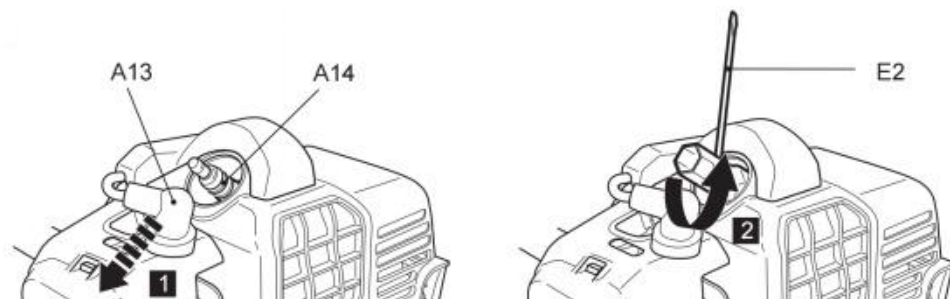

Fig. 78
2. Lossa tändstiftet (A14) moturs med multiverktyget (E2) och ta försiktigt bort det (bild 78).